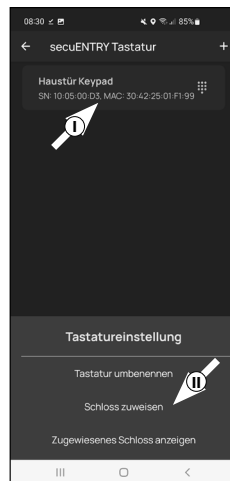

Abb. 10
11 Tippen Sie in der Liste mit den registrierten Tastaturen auf den Eintrag der gewünschten Tastatur (I) (Abb. 10) und danach, in dem erscheinenden Menüfenster, auf „Schloss zuweisen“ (II) (Abb. 3).